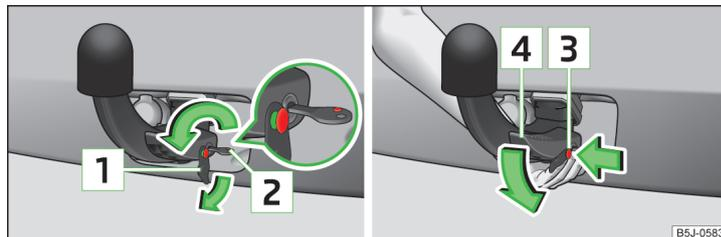

Fig. 128 Desbloquear la palanca de mando de la barra de cabeza esférica y soltarla
- Extraiga la tapa **1** de la cerradura en el sentido de la flecha » fig. 128.